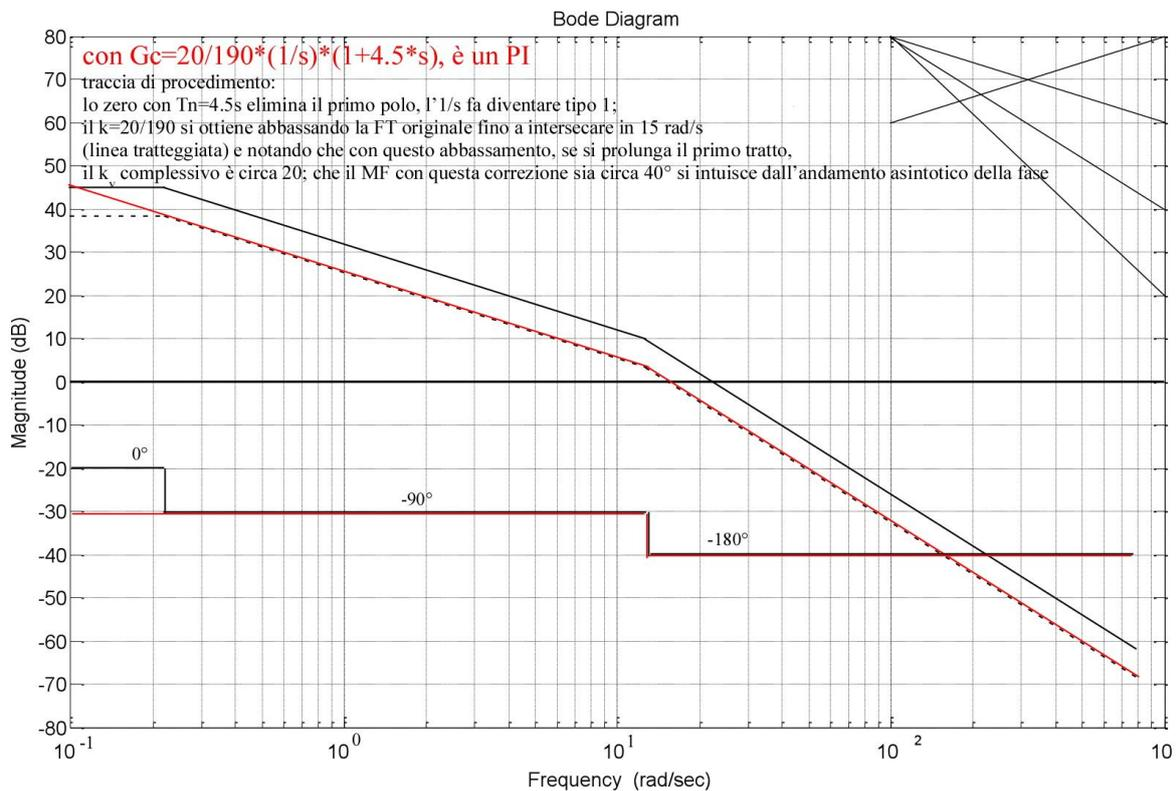

Fig. 1
4) e 5) [Fig. 1, curve nere]
Si chiede di abbassare la frequenza di taglio a 15 rad/s, e di alzare il MF a 40°. Graficamente, si ipotizza la FTCA rossa di Fig. 1, in cui il primo tratto piano diventa un prolungamento del tratto a -20 dB/decade (quindi tipo 1), eliminando il primo spigolo, e la cui frequenza di taglio è circa 15 rad/s. Osservando la curva rossa, e prolungando il primo tratto, si vede che il k_v complessivo è circa 20 rad/s; pertanto un primo tentativo è usare una rete PI con la seguente FT: